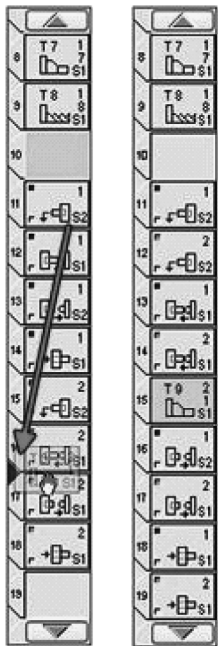

图 6-77 移动操作
6) 拖拽操作 10 (切断操作) 在操作 14 和操作 15 之间, 如图 6-77 所示。